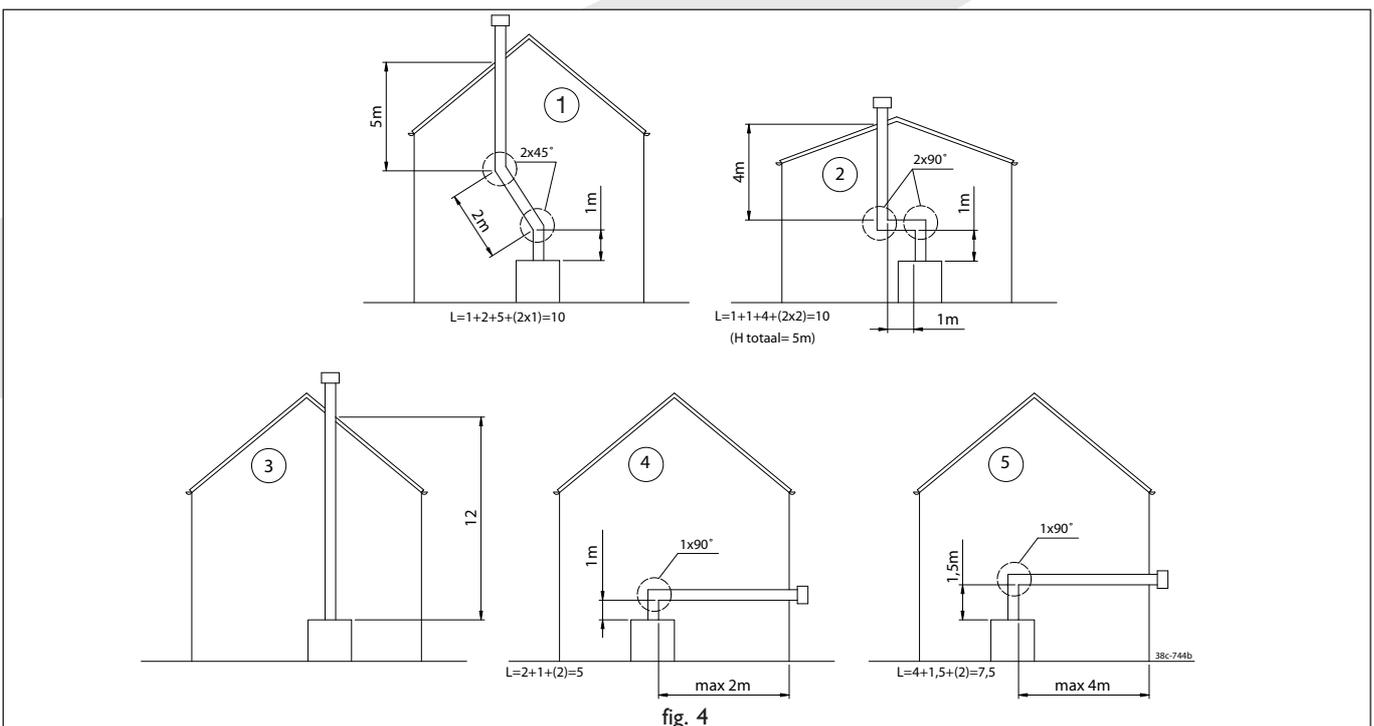

fig. 4
**Opzioni di collegamento (fig. 4)**
- il primo metro di tubazione deve essere installato sempre verticalmente, ad eccezione della fig. 4, esempio 5.
La lunghezza totale massima è la somma della lunghezza del tubo più la lunghezza equivalente per i gomiti (vedere i 5 esempi alla fig. 4).